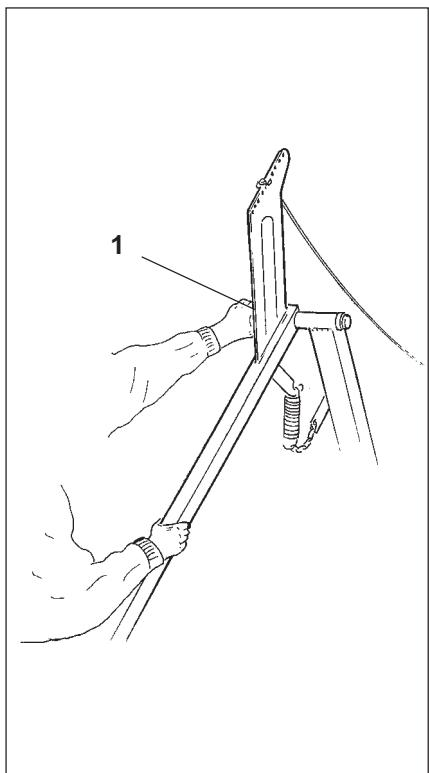

Рис. 10.11
- Крепко держите за ручку маркер (Рис. 10.11/1) и приведите маркер в рабочее положение.